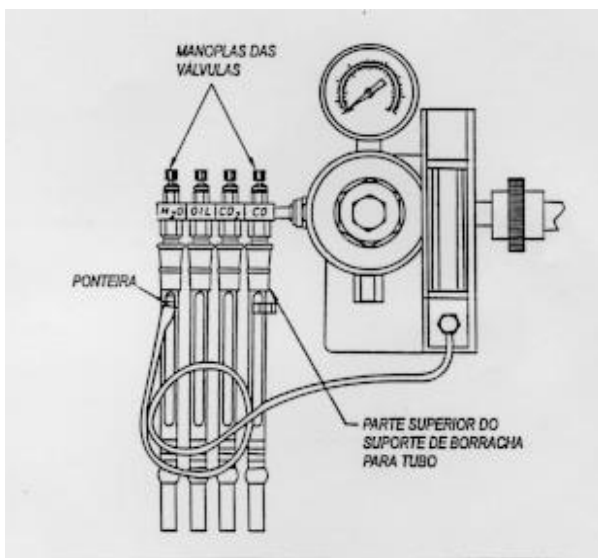

Figura 1
4. Ajuste o fluxo de cada válvula, inserindo a ponteira da extremidade da mangueira flexível na abertura da parte superior de borracha para tubo (Figura 1).